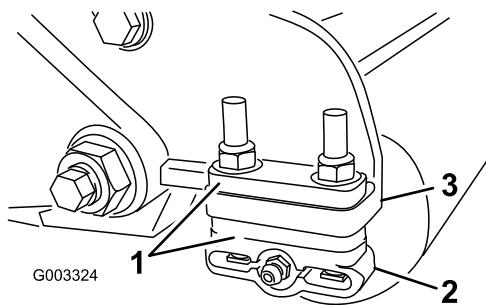

Figure 11
- Réglez les supports du rouleau arrière (Figure 11) à la plage de hauteur de coupe voulue en positionnant le nombre correct d'entretoises sous le rebord de la plaque latérale (Figure 11) en vous reportant au Tableau des hauteurs de coupe (page 10).